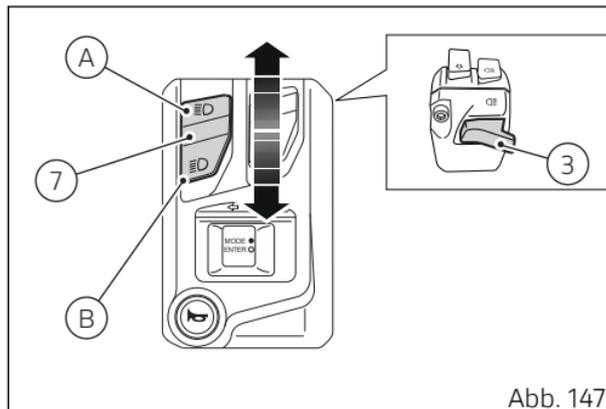

Abb. 147
Wird das Abblendlicht aktiviert, kann auch das Abblendlicht über die Taste (7, Abb. 147) in Position (A) eingeschaltet oder es kann die Lichthupe über die Taste (3, Abb. 147) betätigt werden.
Wird der Motor nach dem Einschalten der Zündung nicht angelassen, können die Abblend-/Fernlichter dennoch durch Drücken der sich an der linken Umschalereinheit befindlichen Taste (7, Abb. 147) in den Positionen (B) und (A) oder die Lichthupe über die Taste (3, Abb. 147) aktiviert werden.